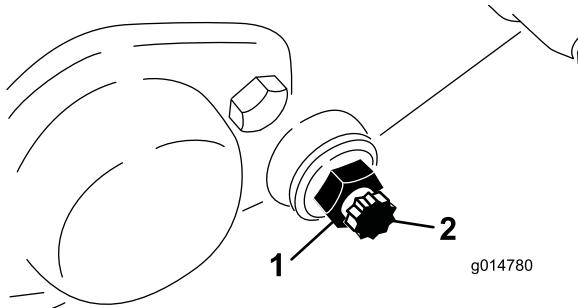

Figura 57
- En cada lado de la máquina, afloje la contratuerca que fija el perno de la barra de asiento (Figura 57).
- Retire cada perno, para poder tirar de la barra hacia abajo y retirarla de la máquina. Guarde las 2 arandelas de nylon y las 2 arandelas de acero troqueladas de cada extremo de la barra de asiento (Figura 57).